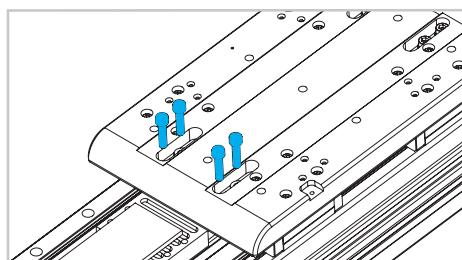

Fig. 5
- 2) Retirer le système de tension de la courroie en desserrant les vis verticales et horizontales du chariot (Fig. 3 - Fig. 4 - Fig. 5)